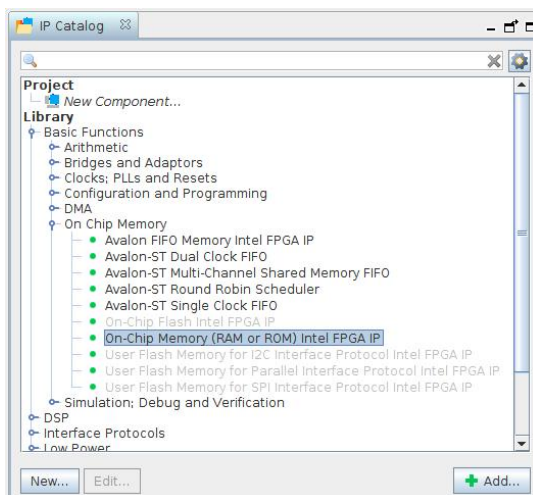

Рис. 9. Додавання пам'яті
4. Додайте пам'ять. Для цього оберіть **IP Catalog** → **Library** → **Basic Functions** → **On Chip Memory** → **On-Chip Memory (RAM or ROM) Intel FPGA IP** (рис. 9).